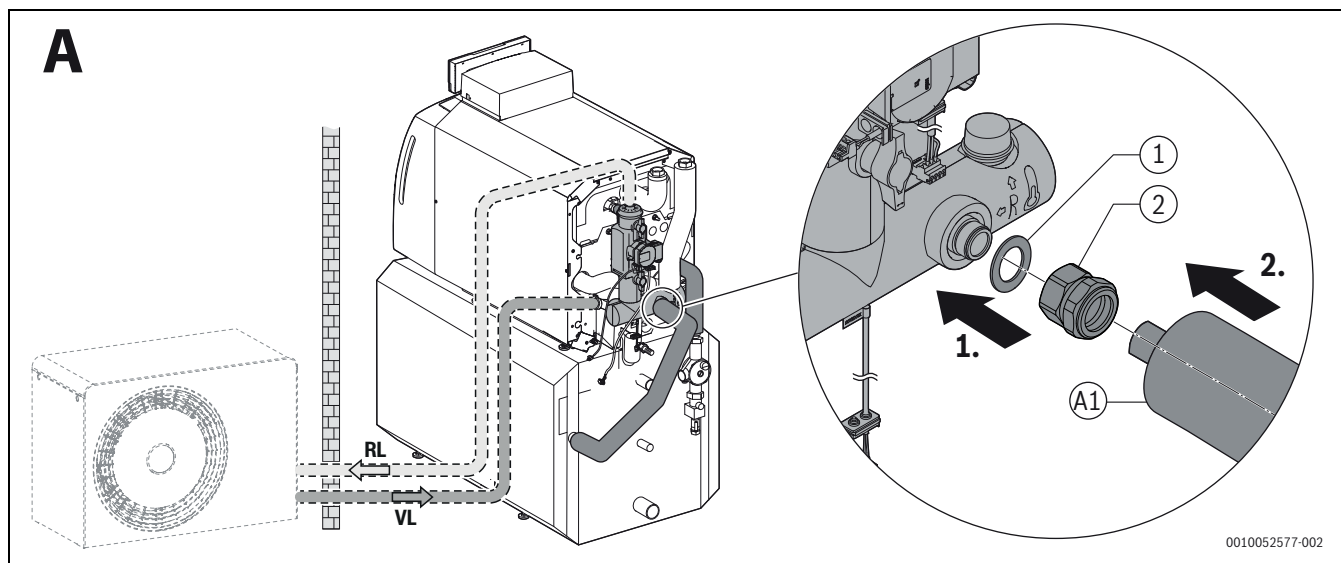

Fig. 7 Montage de la connexion ballon du ballon horizontal, variante A, exemple d'illustration pour taille de chaudière 18 kW
- Assemblage de la tuyauterie connexion ballon pour les ballons horizontaux placés en dessous (→ fig. 7 ; → notice d'installation à part).
Lors de l'installation avec le ballon horizontal, **variante A** (→fig. 7), les tuyaux de raccordement doivent être raccourcis si nécessaire.
- ▶ Raccourcir et monter les tuyaux conformément à la fig. 7.